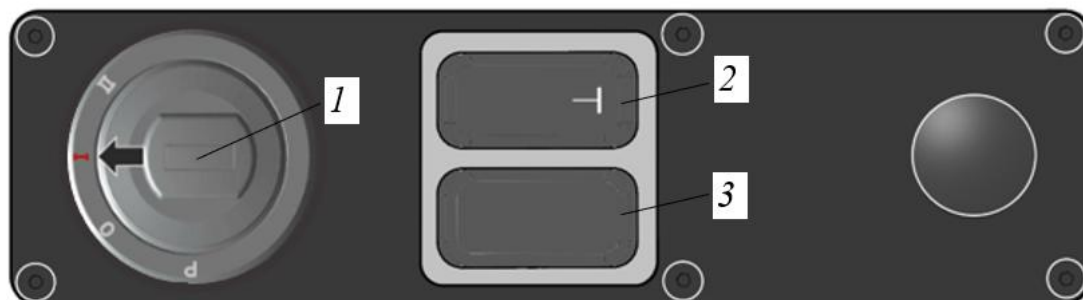

Рисунок 3.13. Органы управления правой тумбы
- ▶ Заглушить двигатель, повернуть ключ в замке зажигания из положения «I» в положение «0», см. поз. 1, рис. 3.13, подробнее см. п.3.6.5 «Пуск / останов двигателя».